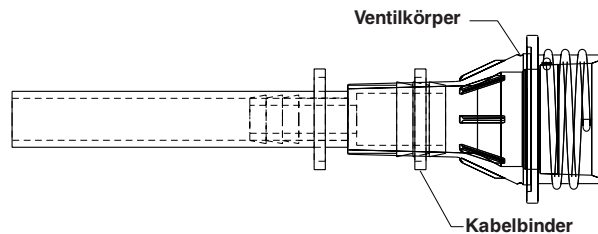

Abbildung 4
10. Die Reduziermuffe anbringen. Hierzu die Muffe fest aufdrücken, bis sie sicher am Ventilkörper sitzt (siehe Abb. 4).
11. Den mitgelieferten Kabelbinder mit dem Spannwerkzeug so am Ventilkörper anbringen, dass er auf der Reduziermuffe zentriert ist (siehe Abb. 4).
13. Die Reduziermuffe anbringen. Hierzu die Muffe fest aufdrücken, bis sie sicher am Ventilkörper sitzt (siehe Abb. 4 auf Seite 20).
14. Den mitgelieferten Kabelbinder mit dem Spannwerkzeug so am Ventilkörper anbringen, dass er auf der Reduziermuffe zentriert ist (siehe Abb. 4 auf Seite 20).